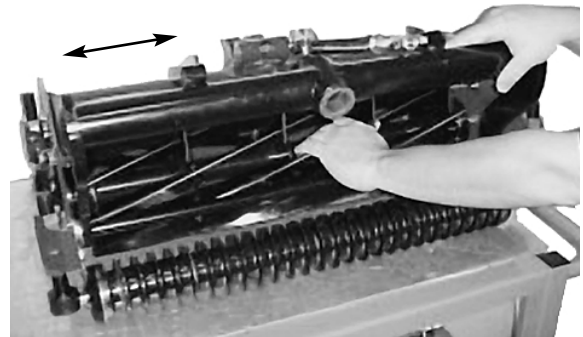

Fig. 22
2. Tenere fermo l'albero del cilindro e cercare di muovere lateralmente il gruppo cilindro (Fig. 22).